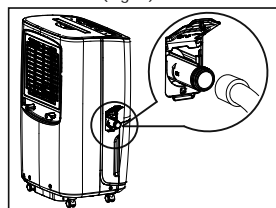

fig. 7
- c. Vissez le tuyau flexible à la portion filetée du joint de drainage. (Fig. 7)